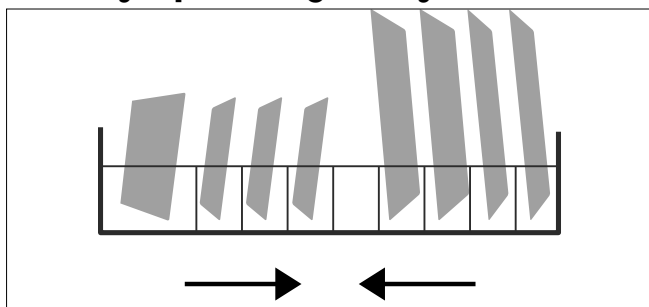

Fig. 16 – Carga de la cesta para vajilla
- Cargue la cesta para vajilla (6) según se muestra en el ejemplo de la **Fig. 16**. La flecha indica la dirección de inserción.